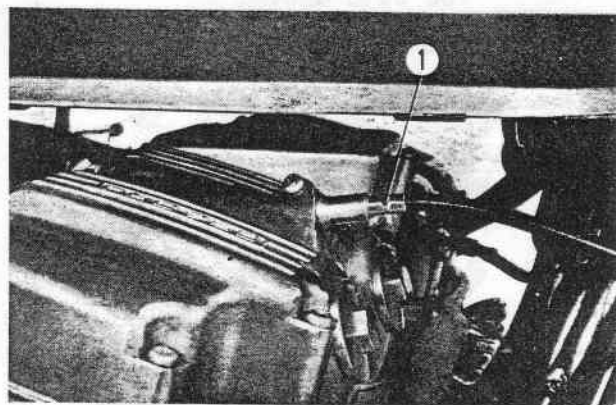

Fig. 2-2 ① Cable de compte-tours
4. Débrancher le câble de compte-tours au couvercle de culasse et enlever les capuchons des cables à haute tension des bougies. (Fig. 2-2)